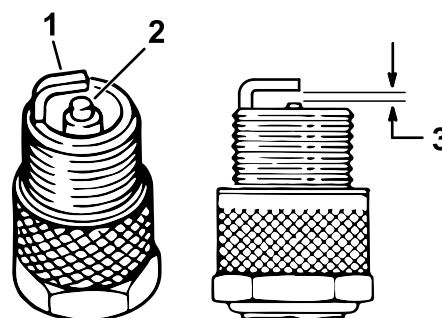

Figure 42
4. Vérifiez l'état des électrodes latérale et centrale, ainsi que de l'isolateur de l'électrode centrale (Figure 42).
5. Réglez l'écartement entre les électrodes centrale et latérale à 1 mm (0,04 po), comme montré à la Figure 42.